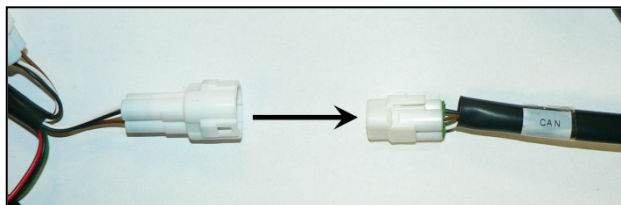

Fig.1
- 2.3. Collegare i connettori del cablaggio Rapid Bike in serie con il cablaggio originale e il sensore posizione manopola acceleratore (**Fig.1**).